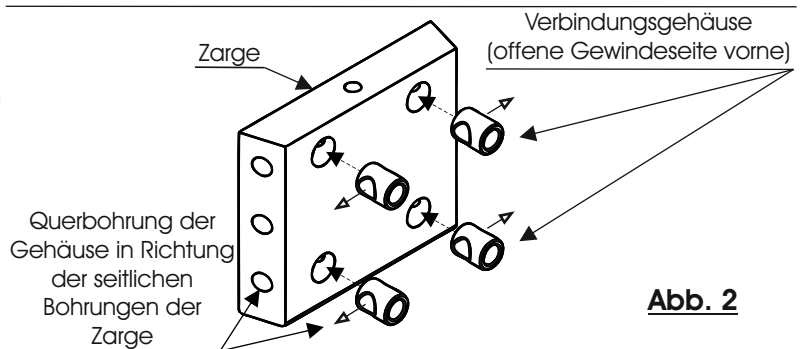

Abb. 2
3. Legen Sie sich die Zargen zurecht. Drücken Sie in jeder Zarge vier Verbindungsgehäuse ein. Diese befinden sich im beiliegenden Beschlagsbeutel. Achten Sie darauf, dass die offene Gewindeseite des Gehäuses nach vorne und die Querbohrung zu den seitlichen Bohrungen gerichtet ist. (Abb.2)